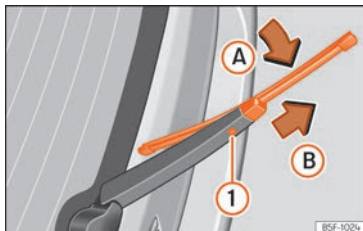

Fig. 160 Cambio de la escobilla de la luneta trasera.
- Rote la escobilla ligeramente » » » **fig. 160** (flecha **A**).